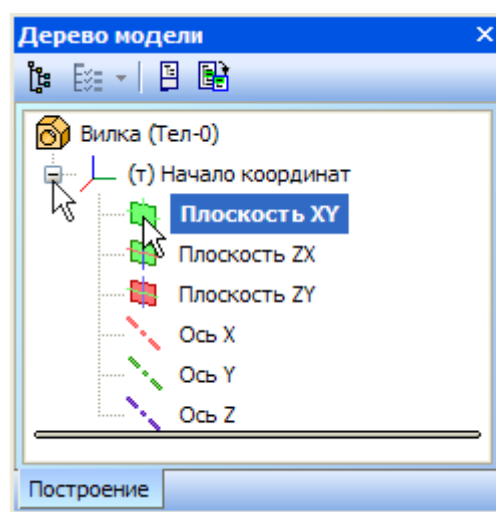

Рисунок 8.
- В Дереве модели раскройте "ветвь" Начало координат щелчком на значке + слева от названия ветви, и укажите Плоскость XY (фронтальная плоскость). Пиктограмма плоскости будет выделена цветом (рис. 8).